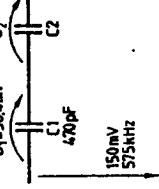

Bild 2
Kondensatoren können parallel (Bild 1, folgende Seite) oder in Reihe (Bild 2, folgende Seite) geschaltet werden. Bei einem Drehkondensator mit n Platten sind $(n - 1)$ Teilkondensatoren parallelgeschaltet.
- Wie groß ist die Ersatzkapazität, wenn zwei Kondensatoren nach Bild 2 geschaltet sind?
9. Berechnen Sie aus Schaltung Bild 2 a) Blindwiderstand, b) Sperrspannung an $C2$, c) Kapazität von $C2$!